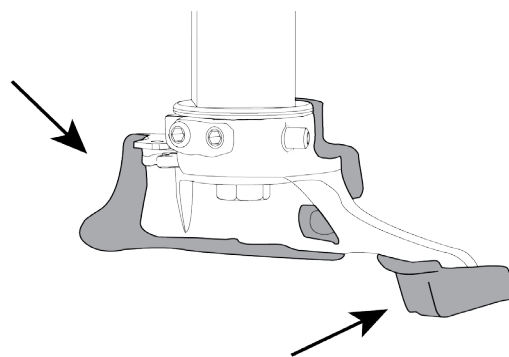

Fig. 22: Комплект пластиковых элементов для инструмента
2. Настроить позицию установочной втулки посредством 4 позиций (рис. . 22) в зависимости от ширины шины (см. Tab. 5).